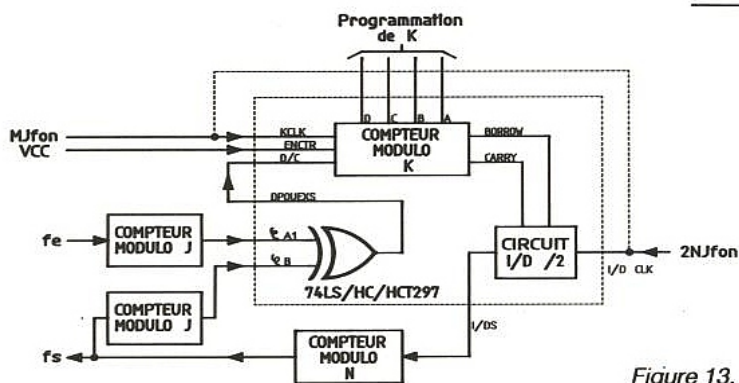

Figure 13.
Nous avons vu précédemment que la plage de poursuite s'exprime par $\pm \Delta f_s = Mf_0/2 KN$ (3). Donc, en divisant par J les entrées et sorties de la PLL, celle-ci ne travaillera plus à la fréquence centrale f_0 mais à f_0/J . Le compteur modulo K et le circuit I/D auront une fréquence d'entrée J fois trop élevée. La nouvelle fréquence centrale de la PLL sera donc : $f_{0N} = f_0/J$ d'où $f_0 = f_{0N} J$ et en remplaçant dans (3) : $\pm \Delta f_s = MJf_{0N}/2 KN$ la plage de poursuite a été multipliée par J, voir figure 13.